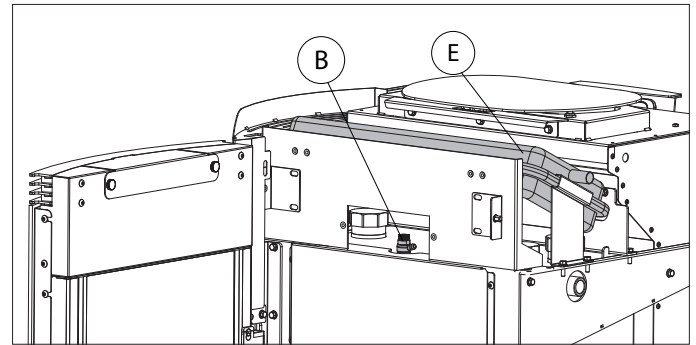

Abb. 6.3.1
6.3.1. Beschreibung des Wasserkreislaufs (Abb. 6.3.1/2)
6.3.2. Wasseranschlüsse (Abb. 6.3.1/2)
1) Ein vom Wassernetz kommende Wasserrohrleitung an den Zulaufhahn L anschließen, das Entlüftungsventil B öffnen (Abb. 6.3.1), den Füllhahn M öffnen und das Wasser einfließen lassen, bis der Heizofen vollständig gefüllt ist. Das Entlüftungsventil schließen und abwarten, bis der Mindestbetriebsdruck (1 bar) erreicht ist, der über das Manometer am Ofen überprüft werden kann.
Das Entlüftungsventil B öffnen (Abb. 6.3.1), den Bypasshahn am Kondensatzschutzventil N öffnen und das Wasser aus dem Netz fließen lassen, bis der Ofen vollständig gefüllt ist. Das Entlüftungsventil schließen und abwarten, bis der Mindestbetriebsdruck (1 bar) erreicht ist, der über das Manometer am Ofen überprüft werden kann.